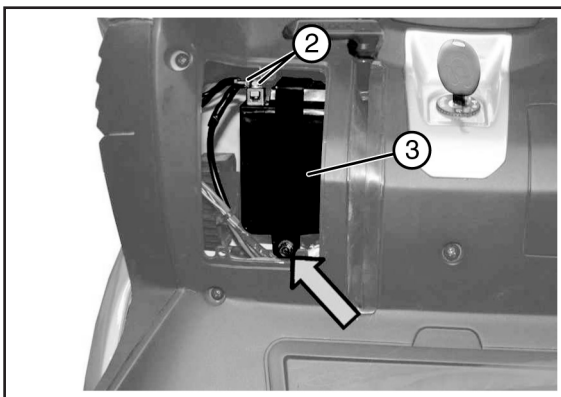

Fig. 02
- Scollegare i cavi «2 - Fig. 02» del negativo «-» e poi quello del positivo «+» .
- Svitare la vite indicata e rimuovere la staffa «3 - Fig. 02» .